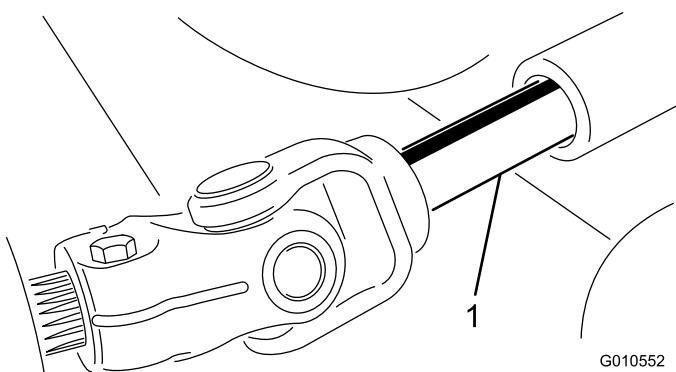

図 20
- PTO シャフトのオスメスの接続部分を解除して、カッティングユニットをトラクションユニットから引き出す図 20。
- オスの PTO シャフトとメスの PTO シャフトを接続する図 20。